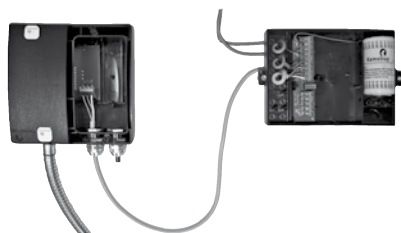

Рисунок 12
**Внимание:** Если ULTRAFLOW® 54 оснащен выходным модулем без гальванической развязки, или если расходомер оснащен модулем с гальванической развязкой и батарейным питанием, неиспользуемый кабельный ввод можно заглушить как показано на Рисунок 12.